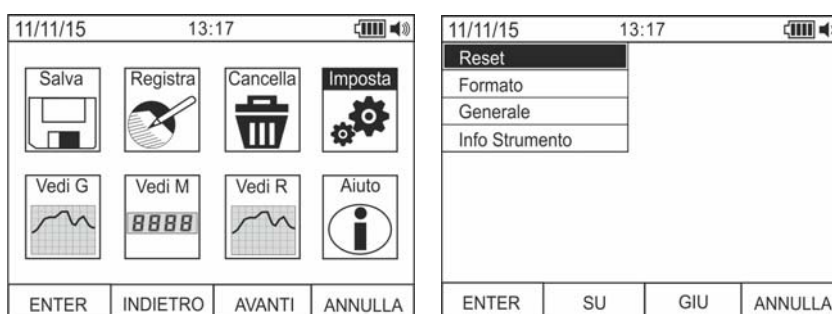

Fig. 13: Impostazioni generali dello strumento
17. Usare i tasti **F2** o **F3** per selezionare l'icona "Imposta" e premere il tasto **F1** (vedere Fig. 13 – parte sinistra)